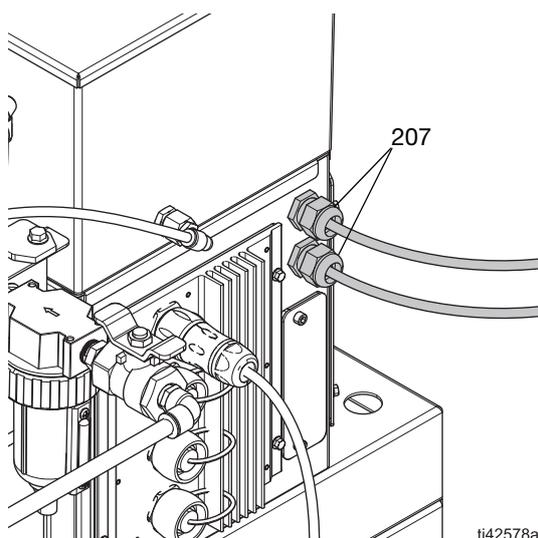

FIG. 12: Ubicación de prensacables de E/S
2. Pase un cable de varios conductores por un prensacables de E/S. Consulte la FIG. 12.